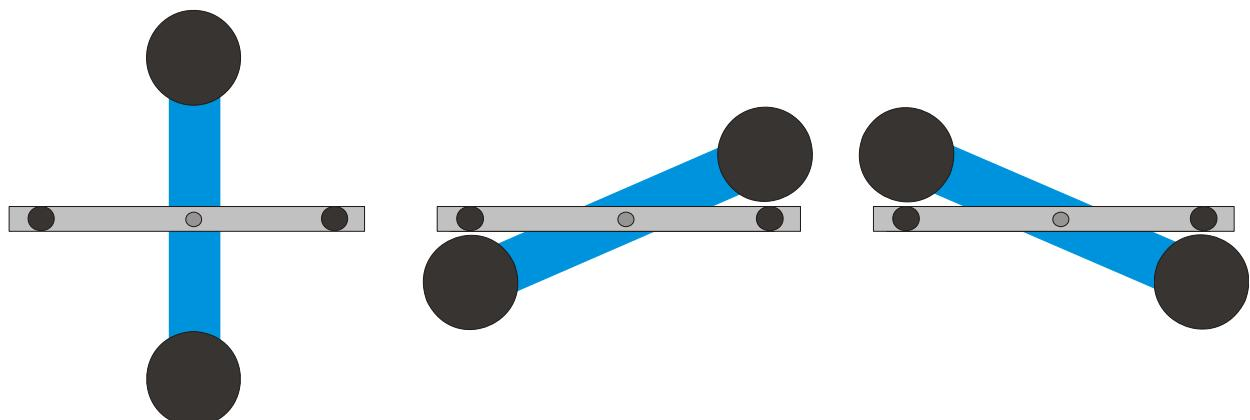

Fig. 6 Posições do travessão de suporte externo (Visto de em cima. Esquerda: posição 1 centro: posição 2, direita: posição 3
- Colocar as esferas de chumbo grandes sobre o travessão de suporte externo na posição 1 (ver Fig. 6) e esperar, até que as oscilações cheguem ao repouso (observação do indicador de luz). Em caso necessário calibrar o ponto zero.